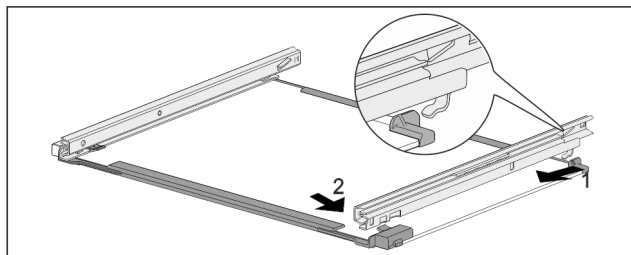

Fig. 158 Скляна пластина з рейками
- ▶ Зачепити рейку ззаду. Fig. 158 (1)
- ▶ Зафіксуйте рейку спереду. Fig. 158 (2)